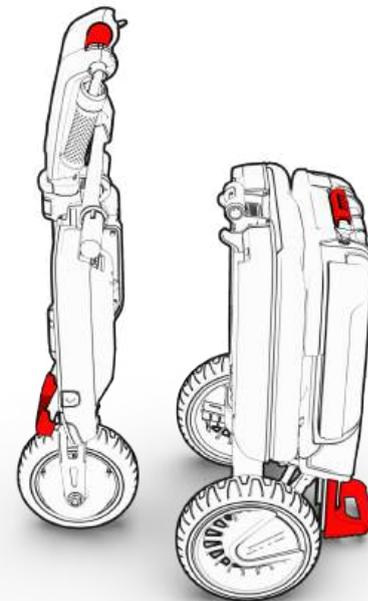

Figura 53 Sollevamento punti
2. Afferra ciascuno dei telai uno alla volta usando le maniglie designate e portalo a destinazione. (Vedi Figura 53).